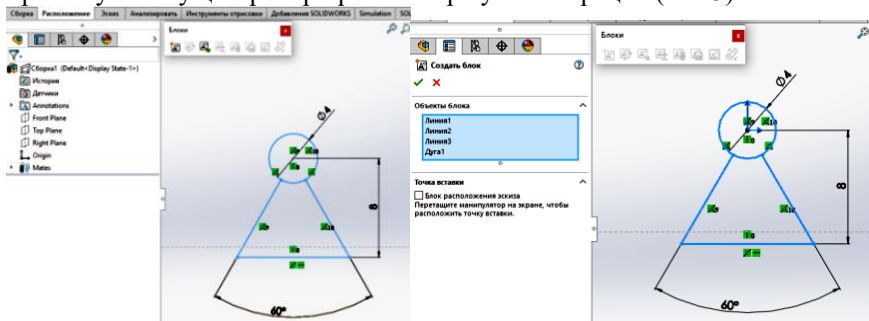

Рис.3. Побудова Опори шарнірної
3. Будуємо перший блок – **Опора шарнірна**, задаючи потрібні розміри та взаємозв'язки. Після чого виділяємо побудову та натискаємо кнопку **Створити блок**, у відповідному вікні натискаємо **Точка вставки**, перетаскуємо її у центр шарніра та завершуємо операцію (Рис.3).